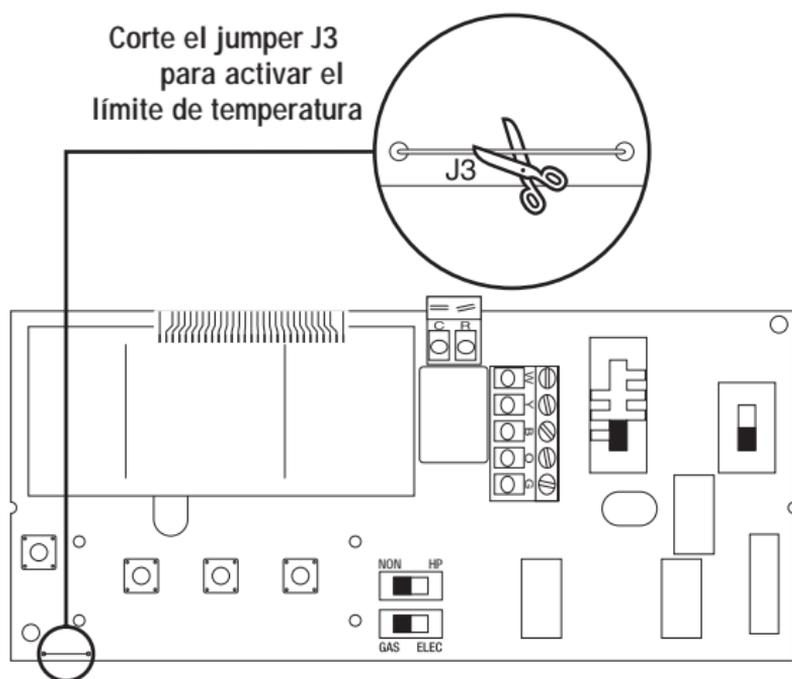

Figura 7
17. Se ha instalado un jumper limitador de temperatura en este termostato. Al cortar este jumper (J3) se limita el punto de ajuste de la calefacción a no más de 72°F y el punto de ajuste del enfriamiento a no menos de 78°F (Figura 7).
NOTA: SI EL JUMPER LIMITADOR DE TEMPERATURA J3 SE CORTA (FIGURA 7), LA BANDA MUERTA NO ES AJUSTABLE Y SE ESTABLECE AUTOMÁTICAMENTE EN 6°F (3°C).